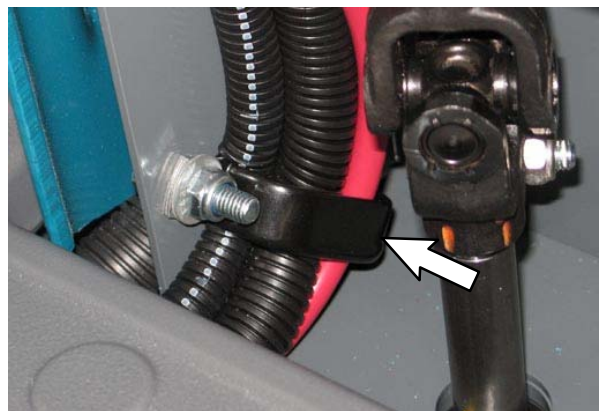

FIG. 64
31. Remettez les serre-câbles en place. (Figure 64)